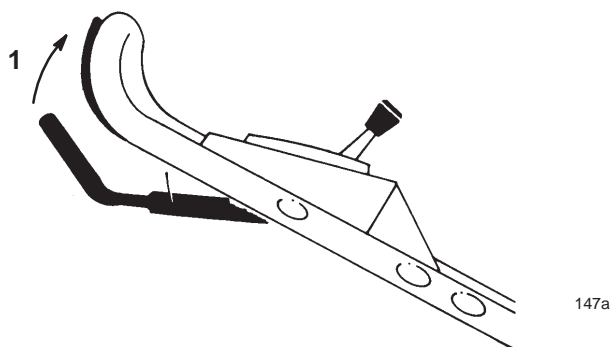

Figure 11
2. Serrez la barre de commande contre le mancheron pour avancer (Fig. 11).
Vous pouvez varier la vitesse de déplacement en augmentant ou en réduisant la distance entre la barre de commande et le mancheron (Fig. 11) de la manière suivante :